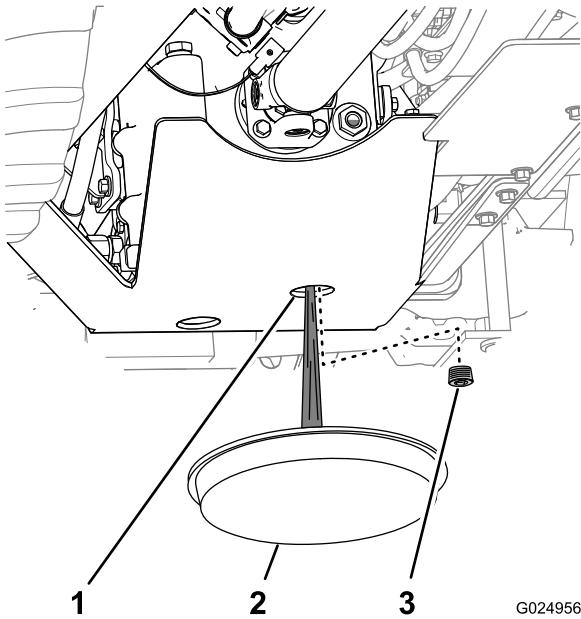

Figura 100
2. Mettete una bacinella di spurgo sotto il foro anteriore dello schermo della trasmissione (Figura 100).
- 3. Attraverso lo schermo della trasmissione pulite l'area intorno al tappo di spurgo della trasmissione (Figura 100).